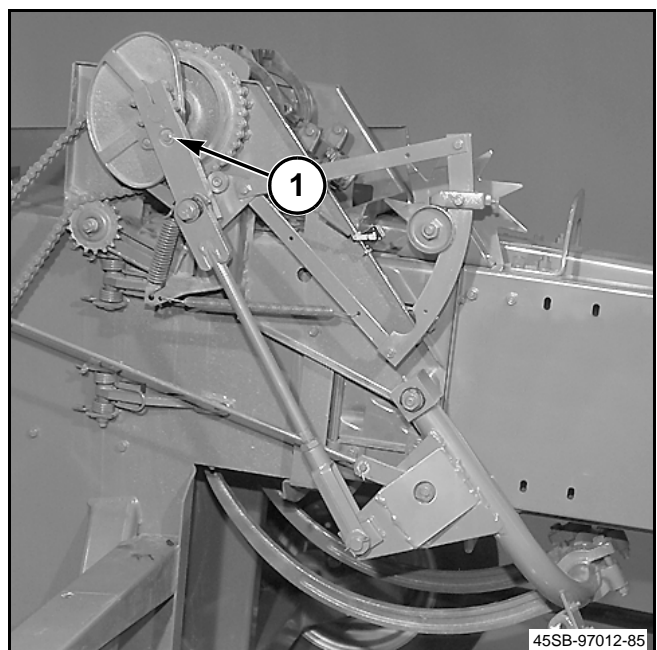

FIG. 4
FIG. 4: El anudador de cordel (o el retorcedor de alambre) y las agujas están protegidos por un perno de seguridad (1) a través del brazo de aguja y de la leva de reconfiguración.